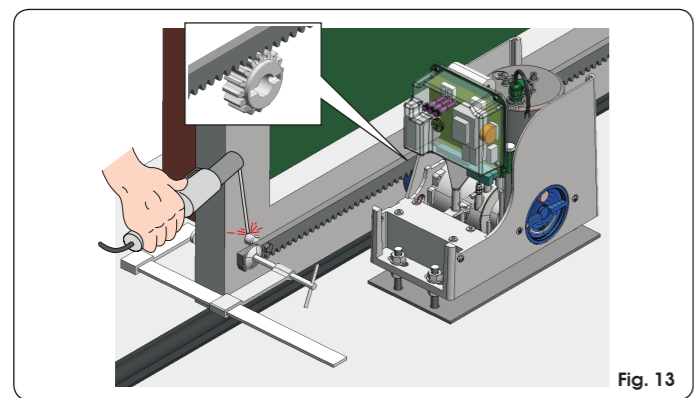

Fig. 13
- Apoye sobre el piñón la primera pieza de cremallera comprobando que esté perfectamente horizontal y suelde el pasador roscado en la cancela como se indica en la Fig.13.